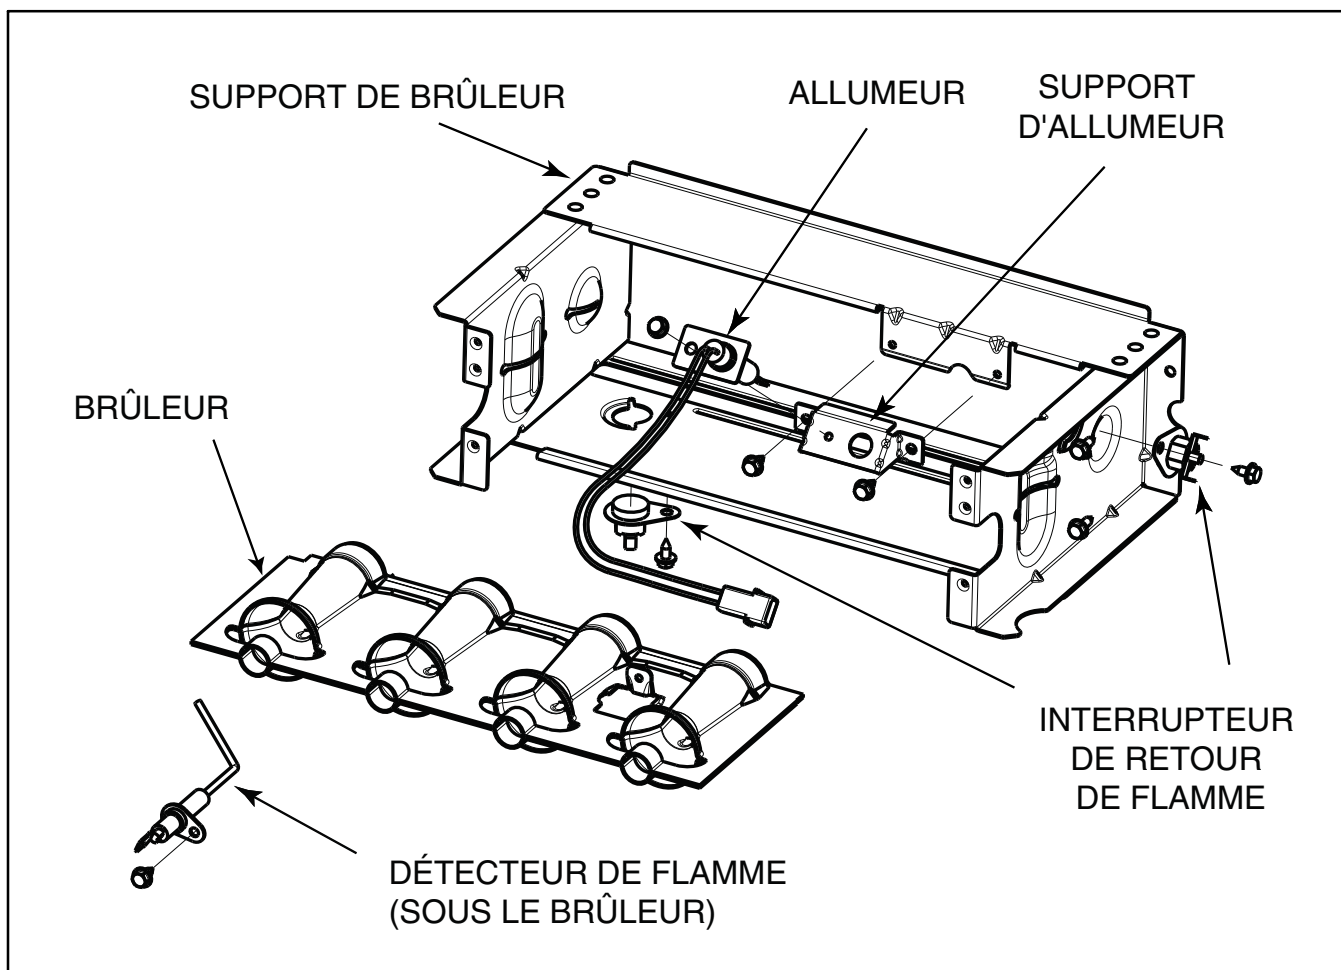

Figure 14 – Ensemble de brûleur
6. Retirez les vis qui fixent l'ensemble de brûleur au panneau cellulaire. (Voir la Figure 14.)